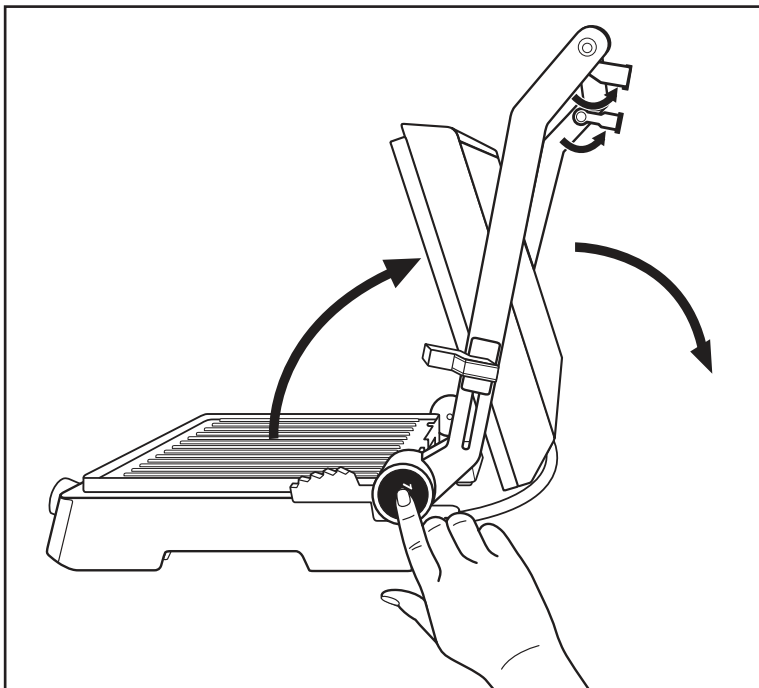

Fig. 1
- 1) Klap de to støttefødder **1** ud (fig. 1).
- 2) Tryk på oplåsingsknappen **3** (fig. 1) og åbn produktets låg helt, så begge varmeplader **10** kan bruges som bordgrill.